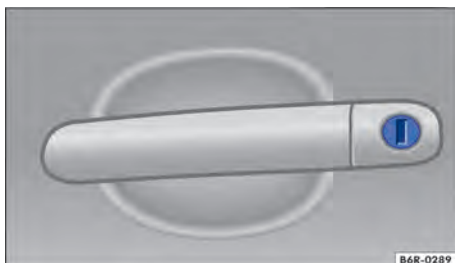

Fig. 44 Maçaneta da porta do condutor com cilindro da fechadura.
- Introduzir a haste da chave no cilindro da fechadura e destravar ou travar o veículo → Fig. 44.